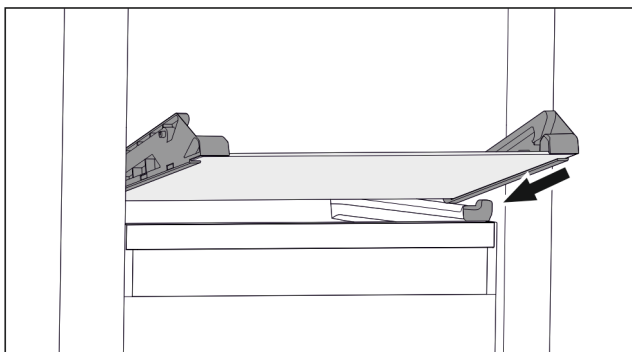

Fig. 132 Стъклена плоча на наклонящото се чекмедже
- ▶ Поставете стъклената плоча под ъгъл зад ограничителите. (виж Fig. 132)